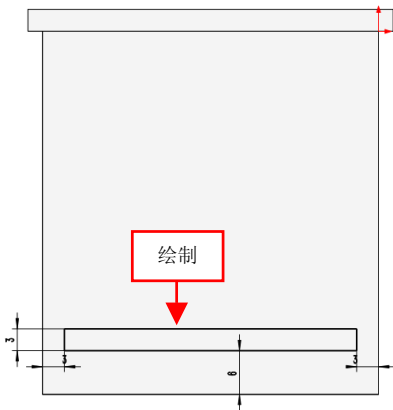

图 15-22 绘制矩形对象
(2) 进入草图绘制环境，单击【边角矩形】按钮，绘制相应的矩形对象，如图 15-22 所示。